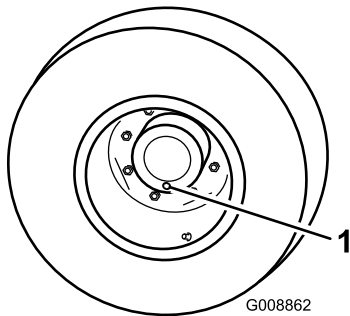

Рисунок 55
1. Установив машину на ровную поверхность, расположите колесо так, чтобы контрольная пробка находилась в самом нижнем положении («6 часов») (Рисунок 55).